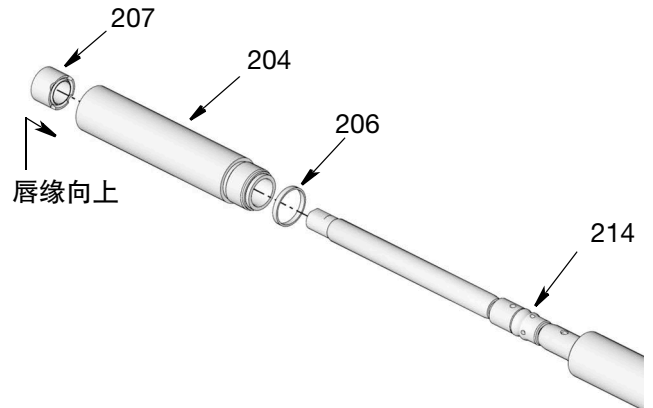

图 42
11. 在密封 (206) 上涂抹薄薄一层润滑脂并装在泵气缸 (204) 上 (图 42)。
12. 在活塞密封 (214) 上抹上薄薄一层滑脂。
13. 将泵气缸 (204) 拧入垫片气缸 (205)。用扳手拧紧。用 45-55 英尺磅 (61-74 牛·米) 的扭力拧紧。
14. 在入口密封 (207) 上涂抹薄薄一层滑脂, 装上密封, 唇缘朝上向着泵气缸 (204) 内, 如图 42。